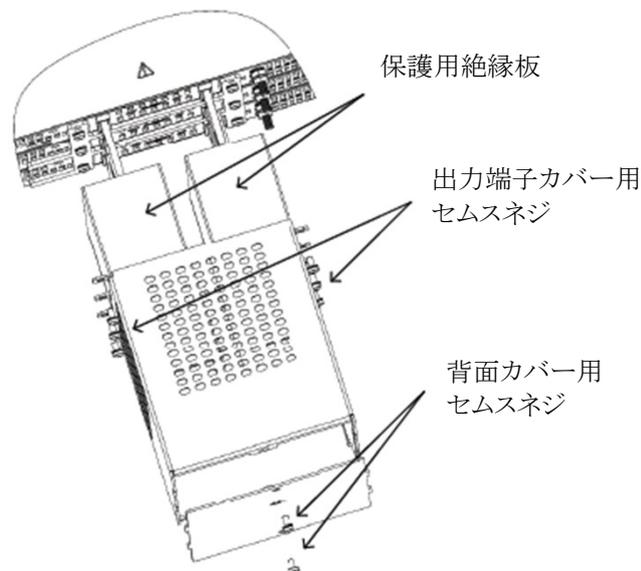

図4-34 出力端子カバーの分解方法
2. 図4-34に示すように出力端子カバーの出力端子カバー用セムスネジと背面カバー用セムスネジを取り外します。その後、保護用絶縁板を取り外します。
(図4-34はGSP15kWの場合ですが、GSP10kWも同様です。